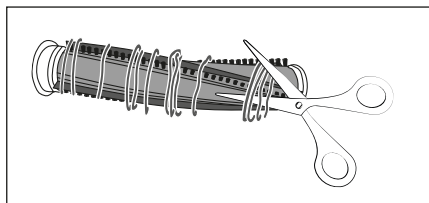

Fig. 24
- 4) Corte os fios e cabelos presos nas cerdas do rolo de escova **19**, utilizando uma tesoura (ver fig. 24). Remova os fios e cabelos presentes no rolo de escova **19**.